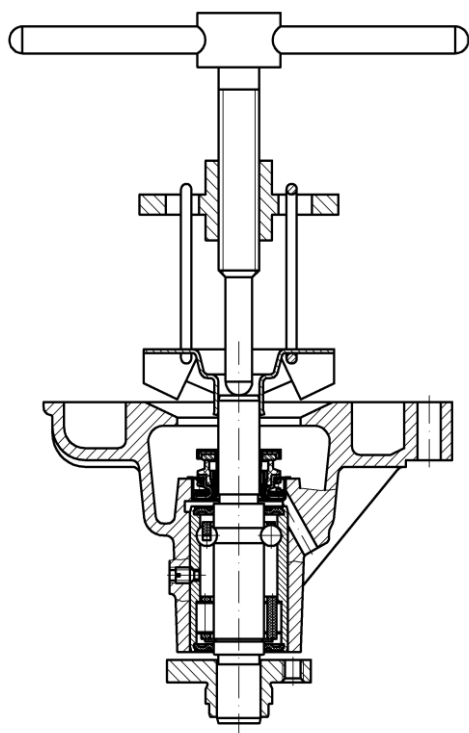

Рис.71. Снятие крыльчатки
- с помощью съемника снять крыльчатку (рис.71);